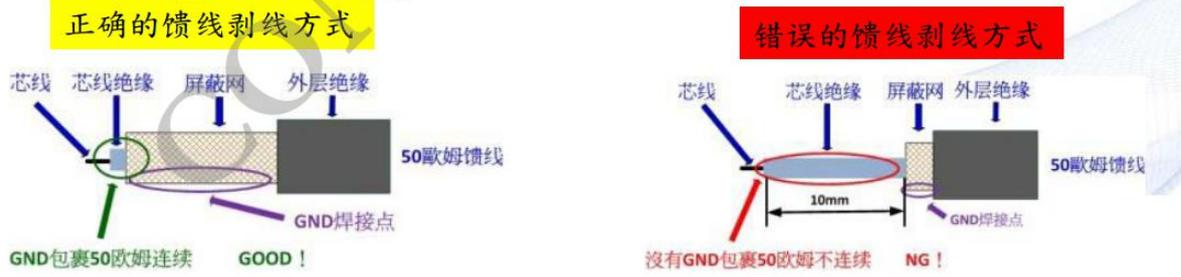

图16-15
- 天线的馈线走线切勿过长，过长的馈线会造成过多的RF能量损失，建议馈线长度小于7公分。馈线在剥线时，切勿剥除过多的屏蔽网，导致50ohm阻抗不连续，如图16-15所示。